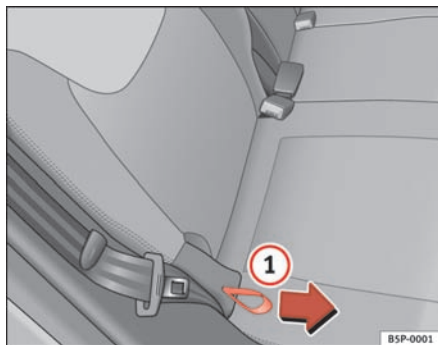

Fig. 99 Indstilling af bagsædets ryglænhældning
- Hold fast om ryglænet øverst oppe. Træk stroppen på siden af sædet ⇒ fig. 99 ① i pilens retning, og hold stroppen i denne stilling. Tryk samtidig ryglænet tilbage til den ønskede position, og slip stroppen.